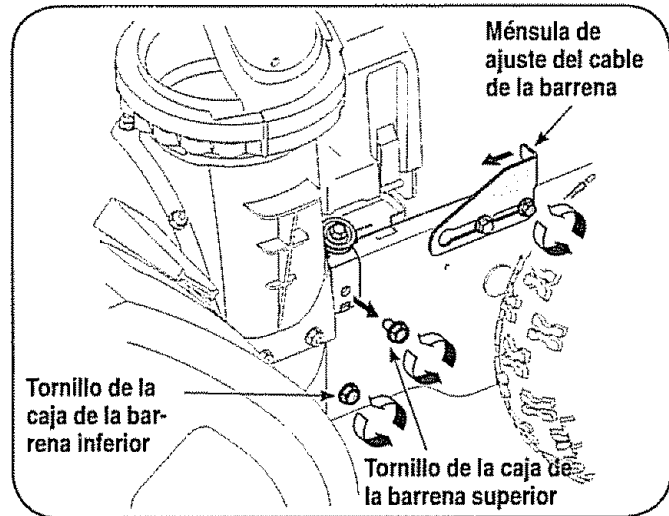

Figura 12
1. Afloje la tuerca hexagonal posterior en el soporte de ajuste del cable. Vea la figura 12.